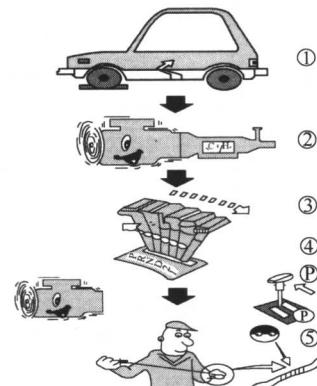

图1-7 油面检查
(1) 油面高度的检查(图1-7)
① 将汽车停放在水平地面上,拉紧驻车制动器操纵杆。
② 发动机怠速运转,使发动机和ATF的温度升至正常工作温度。
③ 踩住制动踏板,将操纵手柄拨至倒挡(P)、前进挡(D)、前进低挡(S,L或2,1)等位置,并在每个挡位上停留几秒钟,使液力变矩器和所有换挡执行元件中都充满液压油。
④ 将操纵手柄拨至停车挡(P)位置。
⑤ 从加油管内拔出自动变速器油尺,将擦干净的油尺全部插入加油管后再拔出,检查油尺上的油面高度(油面高度一般保持在最高和最低刻线为宜)。